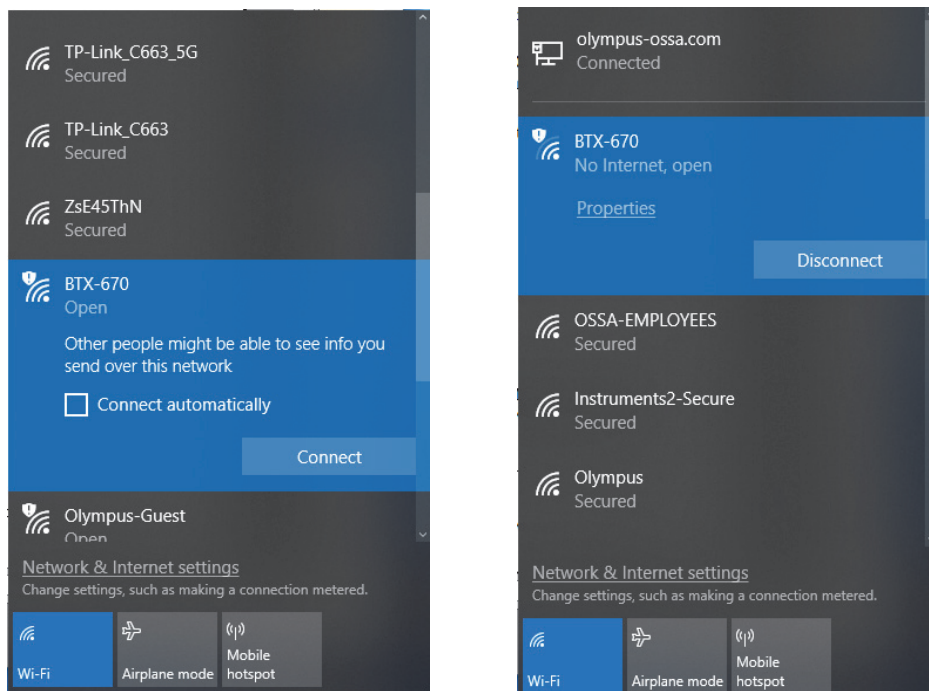

Figura 4-8 Red del BTX III seleccionada (izq.) y conectada (der.)
2. Conecte su PC al analizador BTX III (ver Figura 4-8 en la página 72).